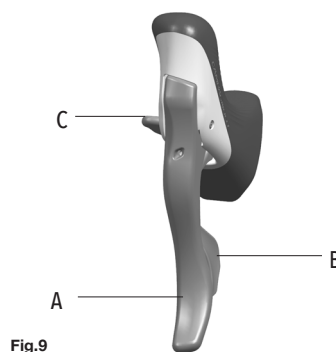

Fig.9
• La leva B (Fig. 9) del comando sinistro agisce sul deragliatore, permettendo alla catena di salire sull'ingranaggio superiore.
L'azionamento della leva B (Fig. 9) può essere di 1, 2 o 3 click, a seconda di dove si è posizionata la forcella del deragliatore quando ci si trova sull'ingranaggio minore.
• La leva C (Fig. 9) agisce sul deragliatore facendo scendere la catena sull'ingranaggio inferiore.
• Una volta che la catena è scesa sull'ingranaggio minore, è possibile spostare le leve B o C (Fig. 9) del comando sinistro di 1 click per ottenere il migliore centraggio tra la catena e la forcella del deragliatore.